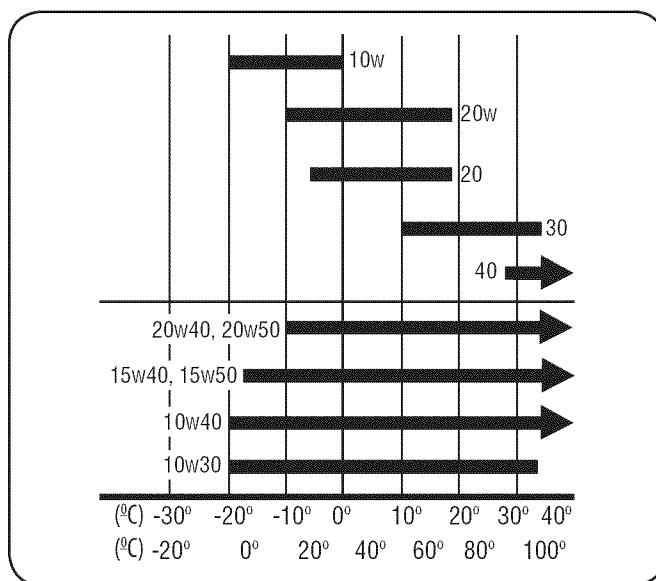

Fig. 6-3
12. Cargue el aceite recomendado, consulte las especificaciones para el aceite y el combustible que figuran en la sección Configuración del presente manual, y la Fig. 6-3.